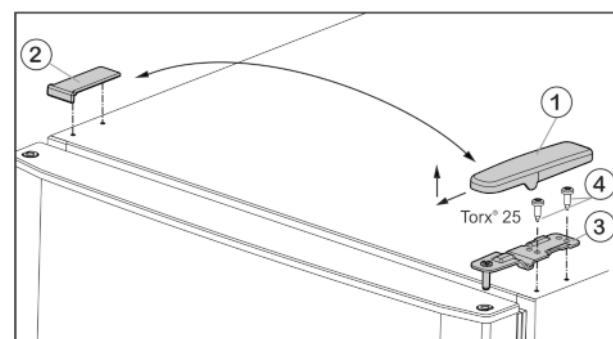

Fig. 5
- Изтеглете покритието Fig. 5 (1) напред и нагоре.
- Свалете покритието Fig. 5 (2).
- Развийте горната лагерна стойка Fig. 5 (3) с (2 x Torx® 25) Fig. 5 (4) и издърпайте нагоре.
- ▶ Поставете горната лагерна опора Fig. 5 (3) върху новата страна на шарнира във вратата.
- ▶ Затегнете горната лагерна опора **здраво** (**с 4 Nm**) (2 x Torx® 25) Fig. 5 (4). Евентуално използвайте акумулаторна отвертка.
- ▶ Поставете капака Fig. 5 (1) от срещуположната страна отвън и го фиксирайте.
- ▶ Поставете капака Fig. 5 (2) също от срещуположната страна отгоре и го фиксирайте.